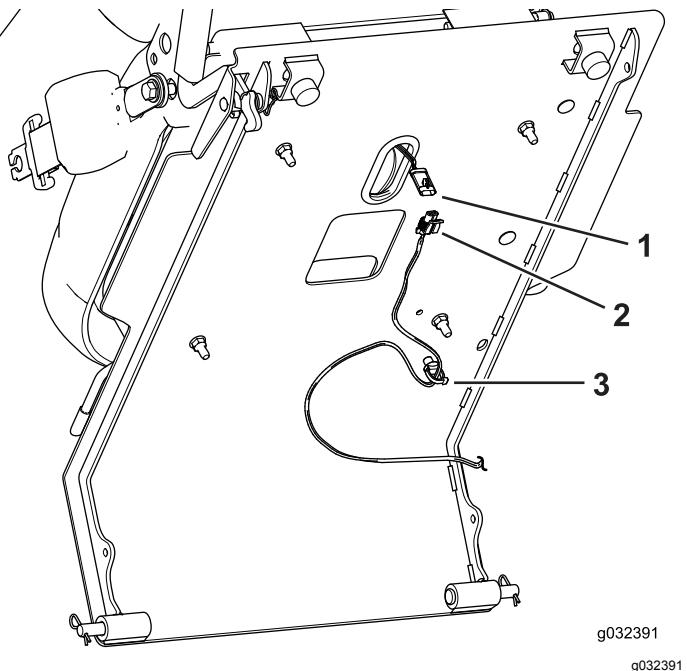

図 5
2. 運転デッキの底部についているワイヤハーネスからシートスイッチを外す図5。
- 3. 運転デッキの底部についているワイヤクリップを外す図 5。